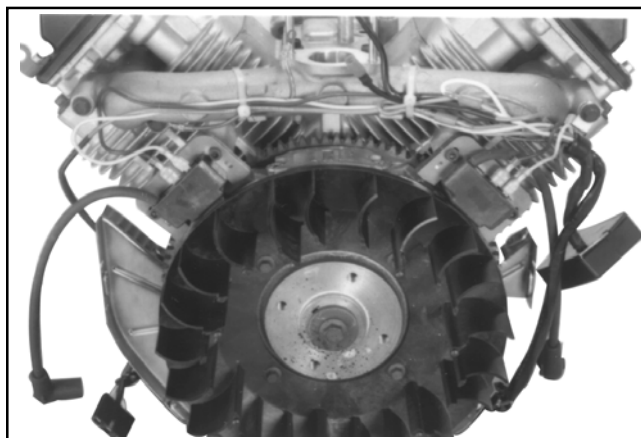

Figura 9-33. Posizione dei moduli di accensione.
2. Ruotare il volano allontanando il magnete dai moduli. Vedere Figura 9-33.